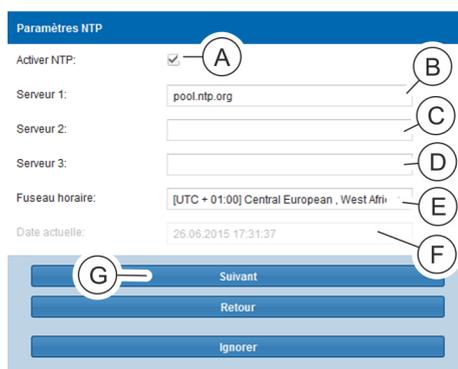

Fig. 61: Fenêtre « Paramètres NTP »
25. Le cas échéant, cocher la case « Activer NTP » (Voir la Fig. 61/Ⓐ), saisir une adresse de serveur dans le champ « Serveur 1 » (Voir la Fig. 61/Ⓑ) et sélectionner un fuseau horaire (Voir la Fig. 61/Ⓔ). Le cas échéant, saisir également des adresses serveur dans les champs « Serveur 2 » (Voir la Fig. 61/Ⓒ) et « Serveur 3 » (Voir la Fig. 61/Ⓓ).
- Il est également possible de ne pas cocher la case « Activer NTP » (Voir la Fig. 61/Ⓐ) et de saisir uniquement la date et l'heure (Voir la Fig. 61/Ⓕ).
26. Appuyer sur le bouton « Suivant » (Voir la Fig. 61/Ⓖ) pour confirmer la saisie.